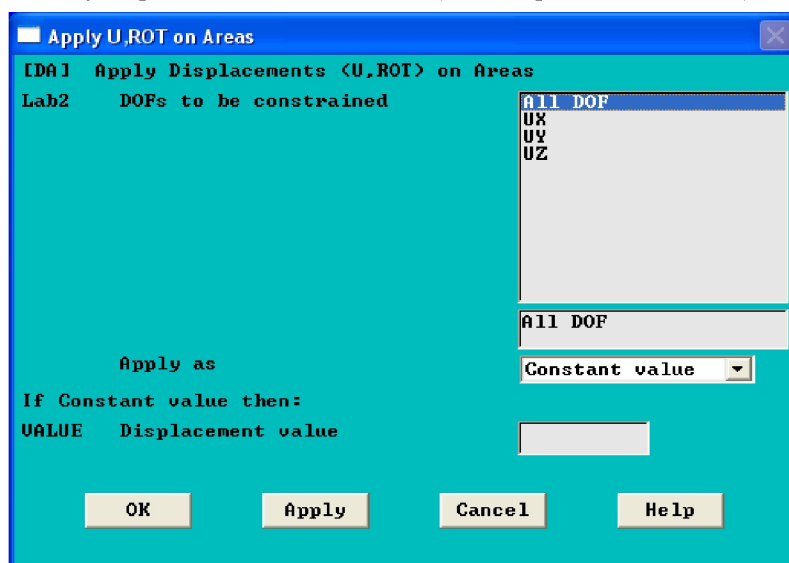

Рис. 3.16. Панель задания направления перемещений.
3. Выбрать в появившейся панели диалога (рис. 3.16) направление перемещений или закреплений (Lab2 – UX, UY, UZ и т.д.). Для выбора всех направлений – ALL DOF.